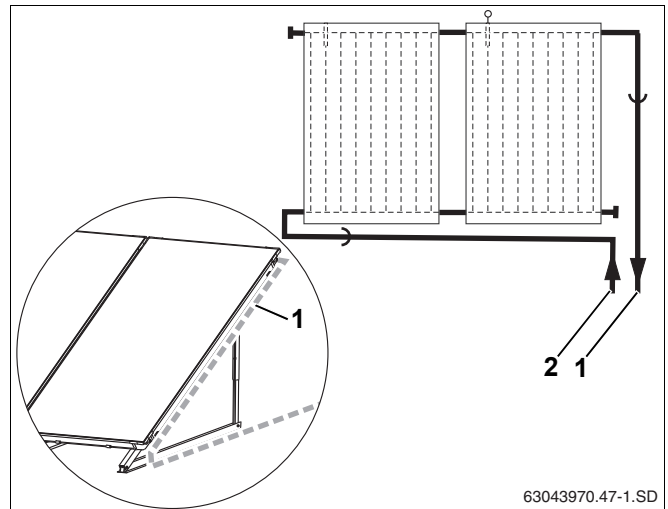

Рис. 55 Подвод сборных линий к полю коллектора
- Проведите подающую линию (рис. 55, поз. 1) вдоль коллектора, а не вертикально вниз.